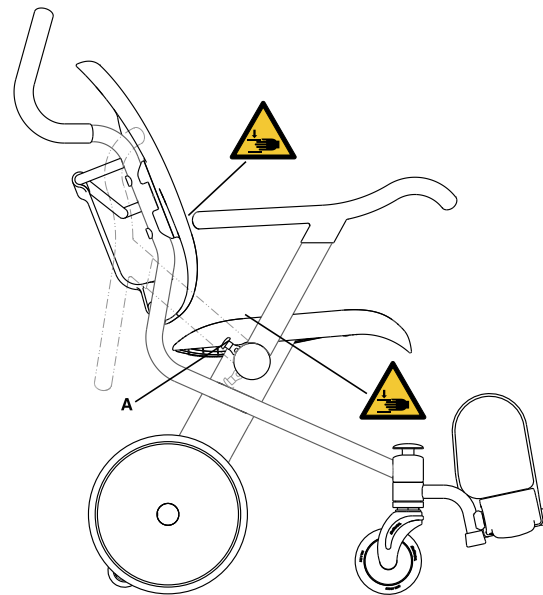

Figura 5-11: Pontos de entalamento ao elevar e baixar os apoios de braços
**Para elevar os apoios de braços dobráveis (posição traseira)**, puxe o botão amarelo de desengate do apoio de braços (A) para fora e eleve o apoio de braço dobrável até que alcance o batente duro (Figura 5-11 na página 5-23).
**Para baixar os apoios de braços dobráveis (posição dianteira)**, certifique-se de que o ocupante não está a obstruir o trajecto do apoio de braço dobrável. Baixe o apoio de braço dobrável para a posição dianteira até que o apoio de braço fique devidamente bloqueado (Figura 5-11 na página 5-23).